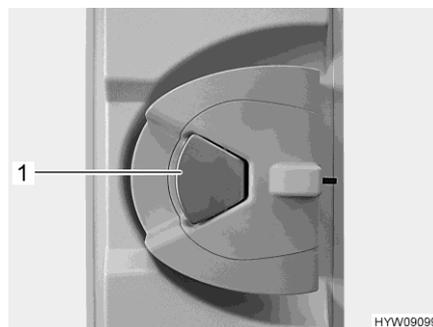

Fig. 30 Cerradura de la puerta
- Cuando la cerradura de la puerta está bloqueada: Tirar una vez del tirador de la puerta (Fig. 30,1). La puerta está desbloqueada.
- Tirar del tirador de la puerta (Fig. 30,1). La puerta está abierta.
- Presionar el tirador de la puerta (Fig. 30,1).